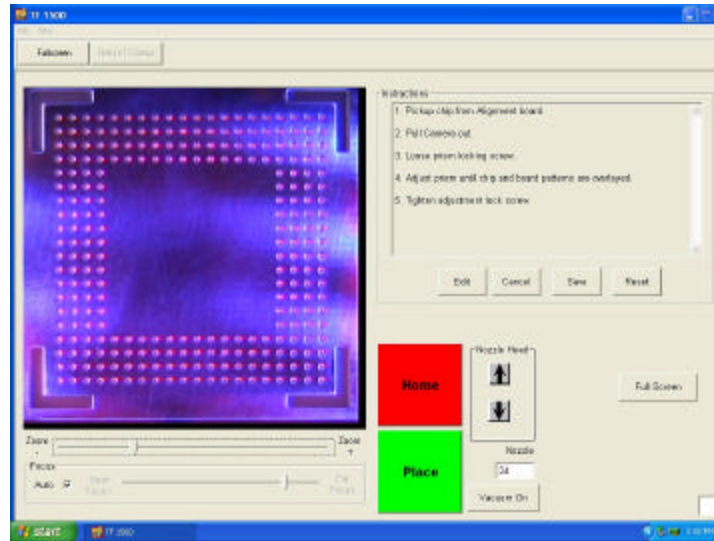

Figure 12
- x. L'image dans la fenêtre doit être alignée comme dans la figure 12.